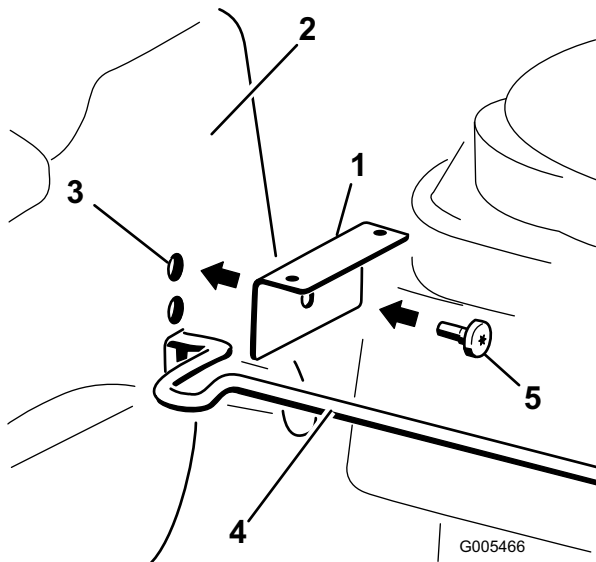

Figura 4
3. Montate una staffa all'esterno del foro superiore previsto nell'alloggiamento, come illustrato nella Figura 4.